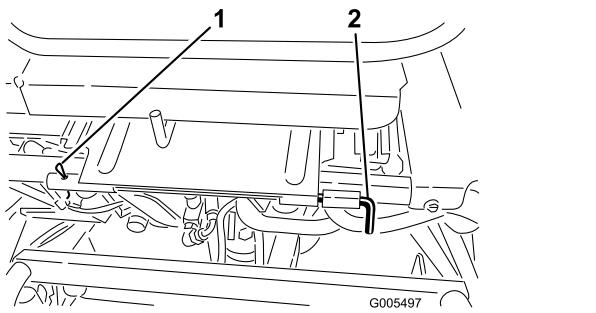

図 33
3. 座席を降ろし、回転軸を固定しているコッターピンを抜き取る図 33。